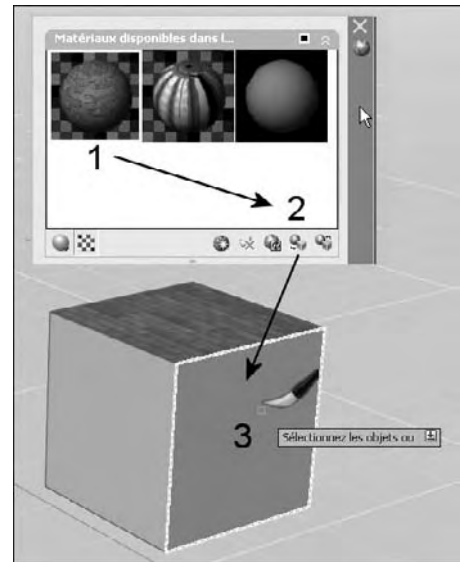

Fig.9.30
- 4 Sélectionnez les objets à l'aide du curseur en forme de pinceau (point 3) (fig.9.30). Le matériau s'affiche sur chaque objet lorsque vous sélectionnez ce dernier.